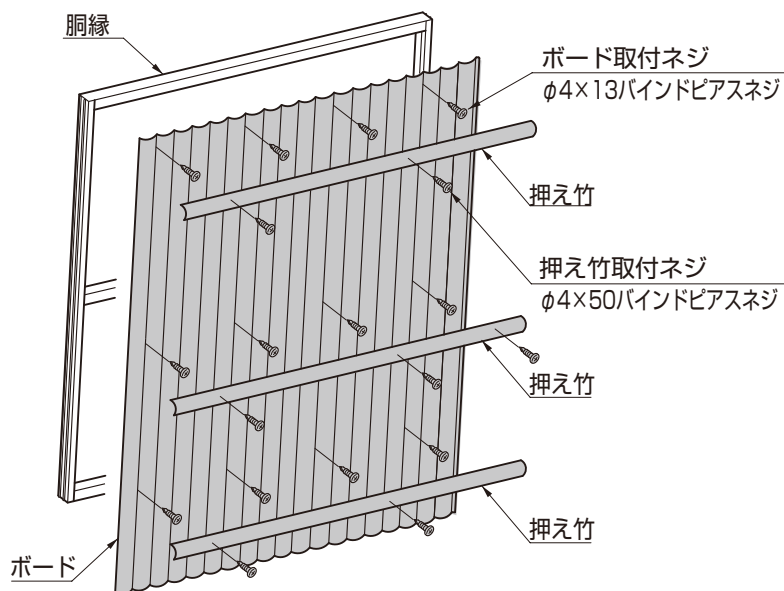

図3-6
- ① 「ボード取付ネジ」で胴縁にボードを固定してください。(図3-6参照)
- ② 押え竹を「押え竹取付ネジ」でボードの上から胴縁に固定してください。(図3-6参照)